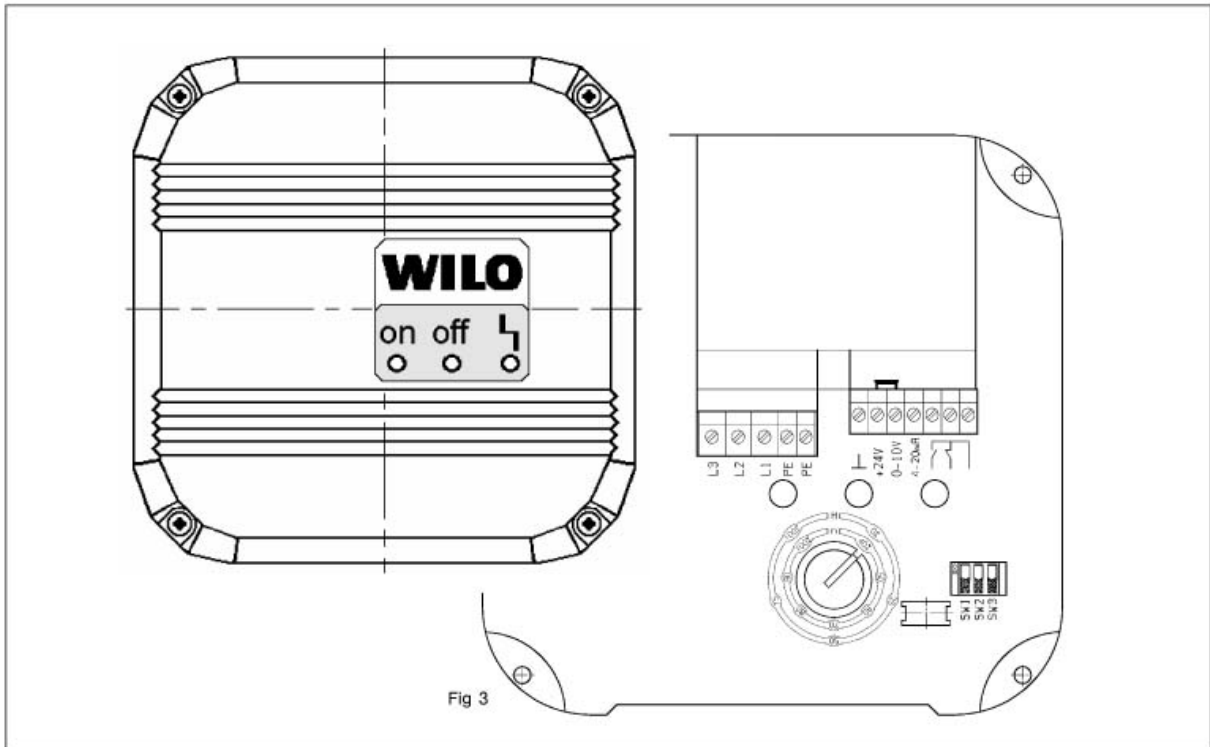

Fig 3
- Сетевой кабель и кабель для подключения сигналов провести через резьбовые PG-муфты и соединить в соответствии с обозначениями как показано на fig. 3: